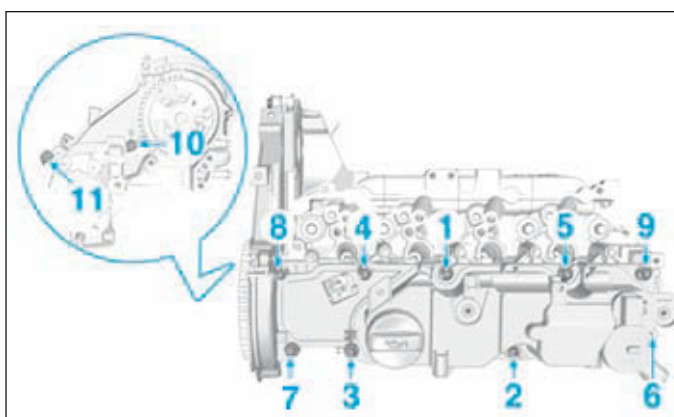

FIG.82
- Serrer les vis du couvre-culasse et du carter arrière de distribution dans l'ordre et au couple préconisé (Fig.82).